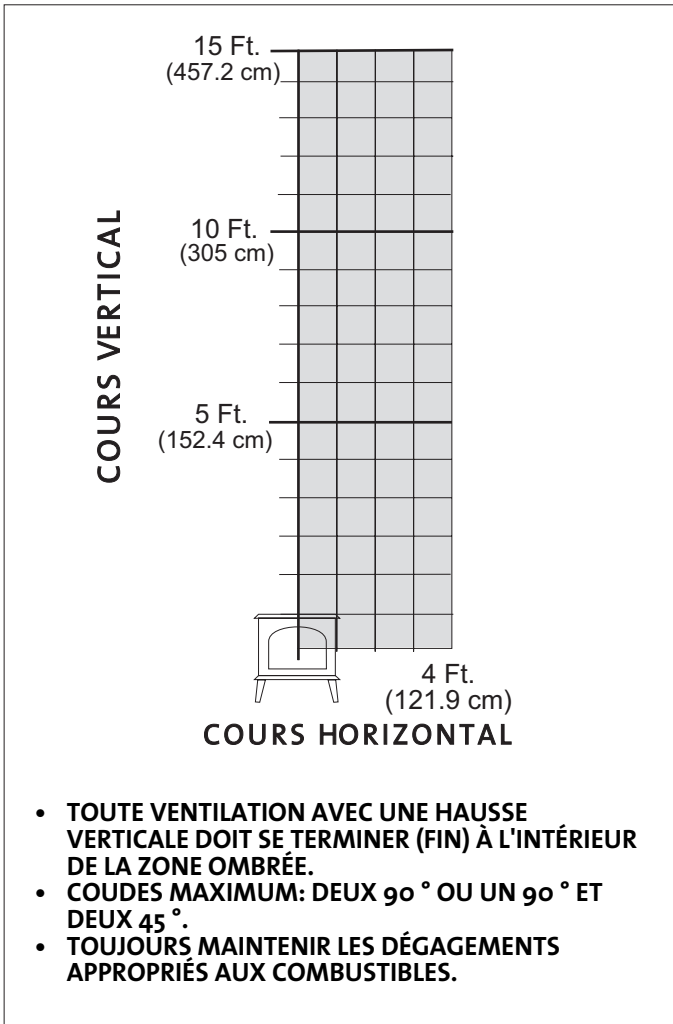

Figure 7. Diagramme de terminaison d'évent - toute terminaison doit correspondre aux dimensions de la zone ombrée.
- La terminaison doit tomber dans la zone ombrée de la grille représentée sur la fig.7 ci-dessous.
- Une terminaison horizontale doit tomber dans la zone ombrée illustrée à la fig. 7, schéma de terminaison de ventilation.